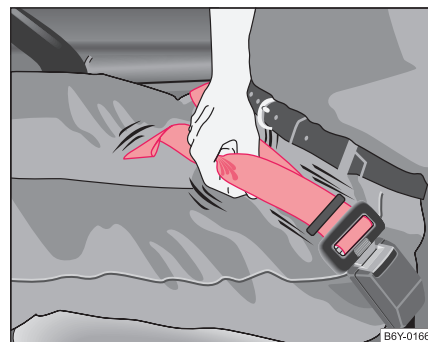

Fig. 98 Scurtarea centurii de bazin
- Trageți de capătul liber al centurii ⇒ Pagina 119, Fig. 98.